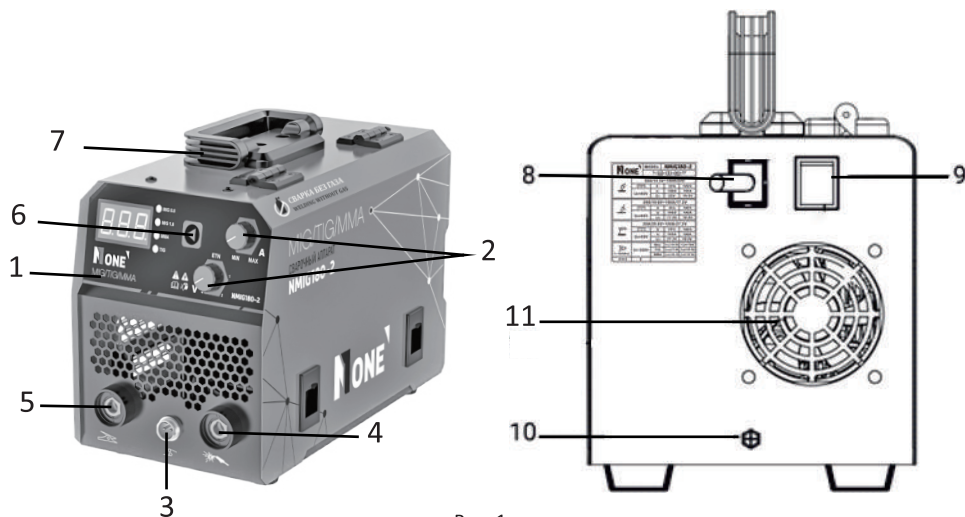

Рис. 1
- силовой провод с электродержателем должен подключаться к разъему «+» (рис. 1, поз. 5), за исключением случаев использования кислотных электродов (перед подключением необходимо ознакомиться с информацией на упаковке с электродами);
- силовой провод с зажимом подключается к разъему «-» (рис. 1, поз. 6), а зажимом крепиться как можно ближе к месту сварки.
- сварочная горелка NoGas подключается к разъему (рис. 1, поз. 4) на передней панели, в данном случае полярность определяется подключением силового кабеля с зажимом к клеммам «+» или «-».
При сварке **MMA** электрод необходимо зажимать в электрододержателе силового кабеля, поставляемого в комплекте с инвертором, подключите данный кабель к быстрозажимному разъему «+» или «-» (рис. 1 поз. 5, 6) в зависимости от типа электродов.
- После подключения сварочного инвертора к сети, для включения необходимо перевести выключатель (рис. 1, поз. 10) в положение «вкл.», после чего загорится индикатор включения (рис. 2, поз. 4).
- Выбор режима MMA устанавливается нажатием на кнопку выбора режима сварки (рис. 1, поз. 7), при этом загорится соответствующий индикатор выбранного режима работы.
Необходимое значение сварочного тока можно установить с помощью регулировки (рис. 1, поз. 2).